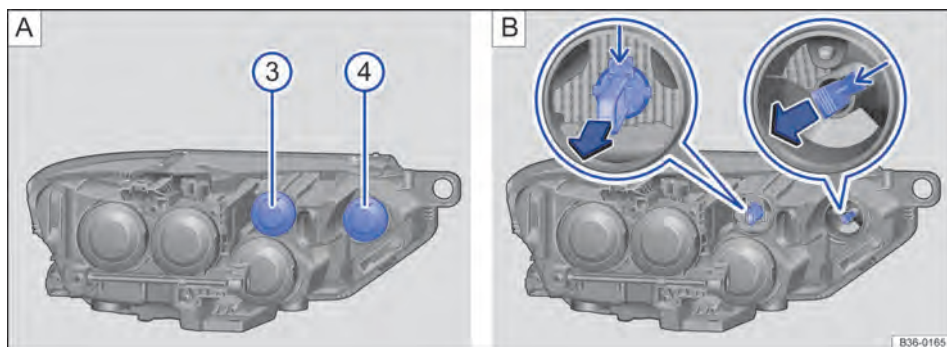

Fig. 233 No compartimento do motor: coberturas do farol dianteiro esquerdo para o indicador de direção e luz de posição.
→ Fig. 233 Executar as ações somente na sequência indicada:
Indicadores de direção → Fig. 233 ③	Luz de posição → Fig. 233 ④